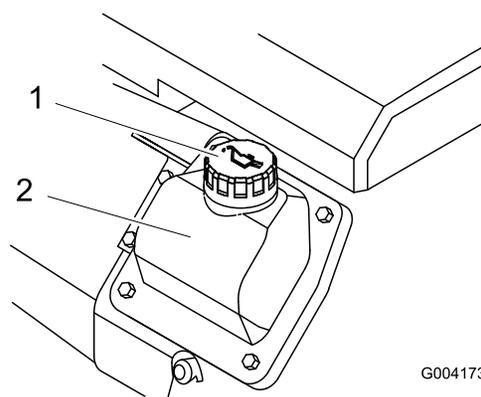

Рисунок 16
8. Если уровень масла низкий, очистите область вокруг крышки маслозаливной горловины и снимите крышку (Рисунок 16).